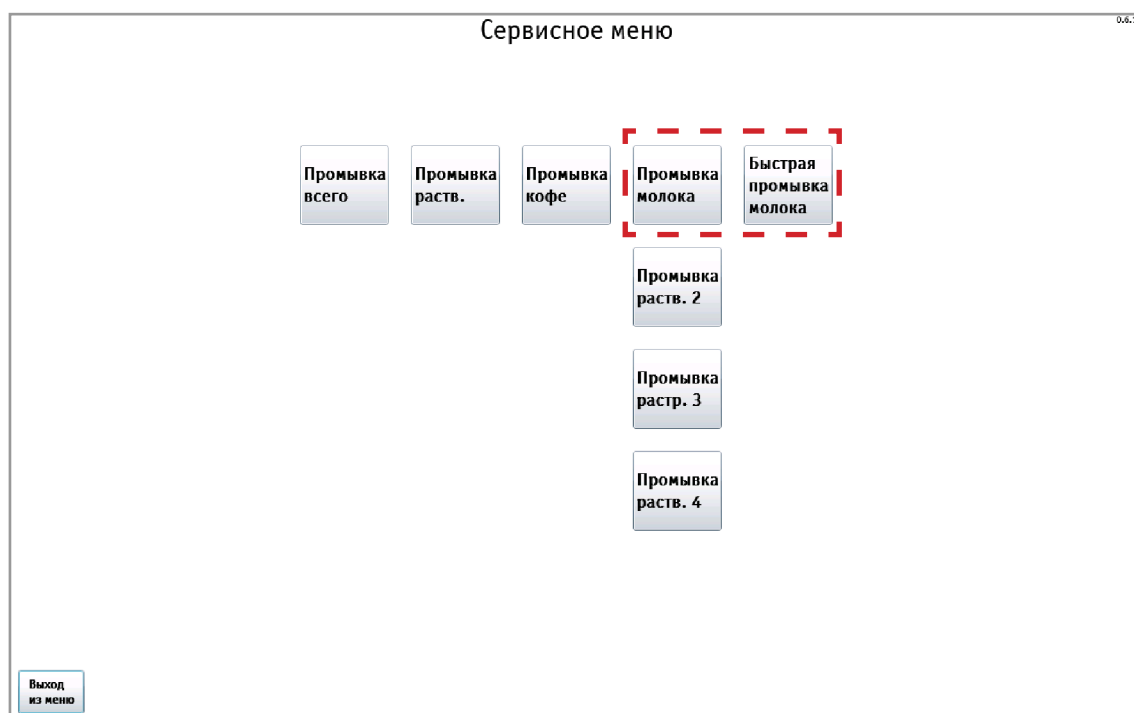

Рисунок 2.1 - Промывка молочной системы
12. На экране автомата должна открыться страница меню промывки (см.рис.2.1).